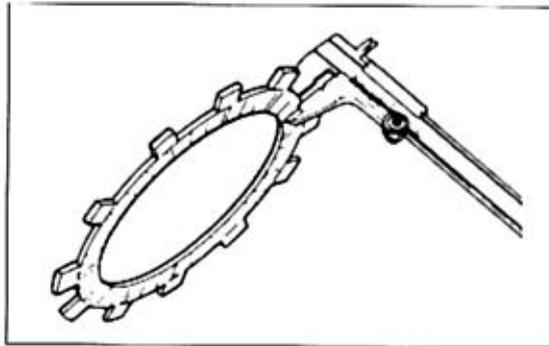

Bild 81
- Stahlscheiben auf Richtplatte mit Fühlerlehre auf Verzug prüfen (Bild 81). Verschleissgrenze: 0,10 mm.